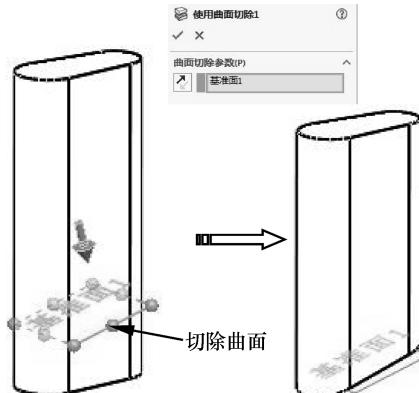

图 3-57 切除特征
- 06 选择新建的基准平面作为切除曲面，保留正确的切除方向，单击【确定】按钮，完成切除操作，如图 3-57 所示。